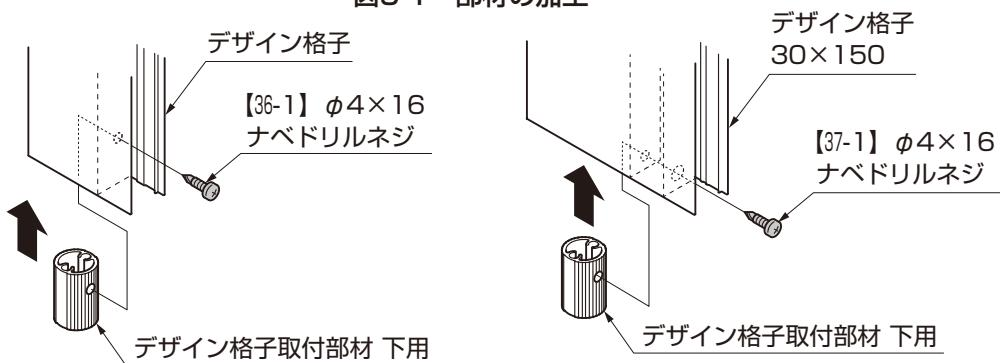

図9-2
- ②デザイン格子にデザイン格子取付部材下用を【36-1】、【37-1】で取付けてください。(図9-2参照)